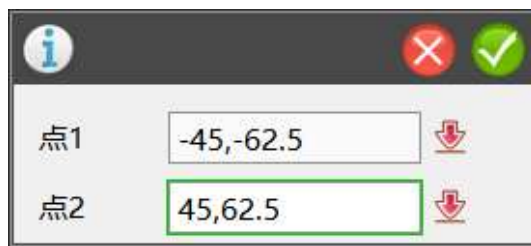

图 4-1
1.绘制轮廓。选择草图绘制下的矩形命令，输入点的坐标，如图 4-1 所示。